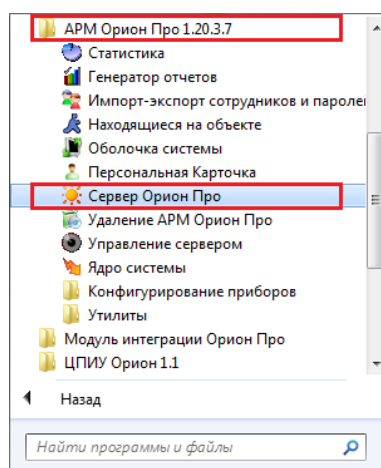

Рисунок 3-2 Запуск ЦСО из меню "Пуск"
- выберите программу «Сервер Орион Про» в списке группы ярлыков «АРМ Орион Про» (см. Рисунок 3-2).